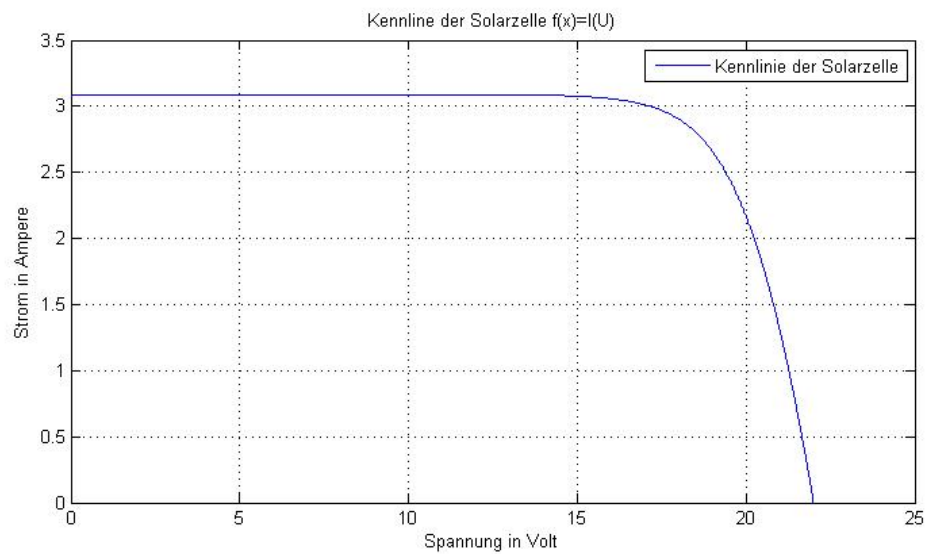
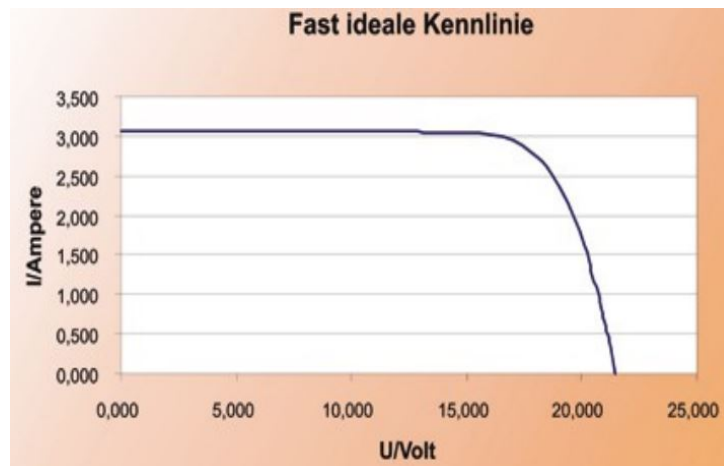

Abbildung 1: Die Kennlinie, welche mittels der Formeln ermittelt wurde.
Abbildung 2: Die Kennlinie, welche mittels der Formeln ermittelt wurde.
Die Kennlinie, welche in Abbildung 1 dargestellt ist, wurde aus (6) mittels Matlab erzeugt. Dazu wurde die Spannung U auf die x-Achse und der Strom I auf die y-Achse aufgetragen. Abbildung 2 zeigt zum Vergleich die vom Auftraggeber geforderte Kennlinie. Da zwischen den beiden Kennlinien keine Unterschiede bemerkbar sind, wird (6) als gültig betrachtet.